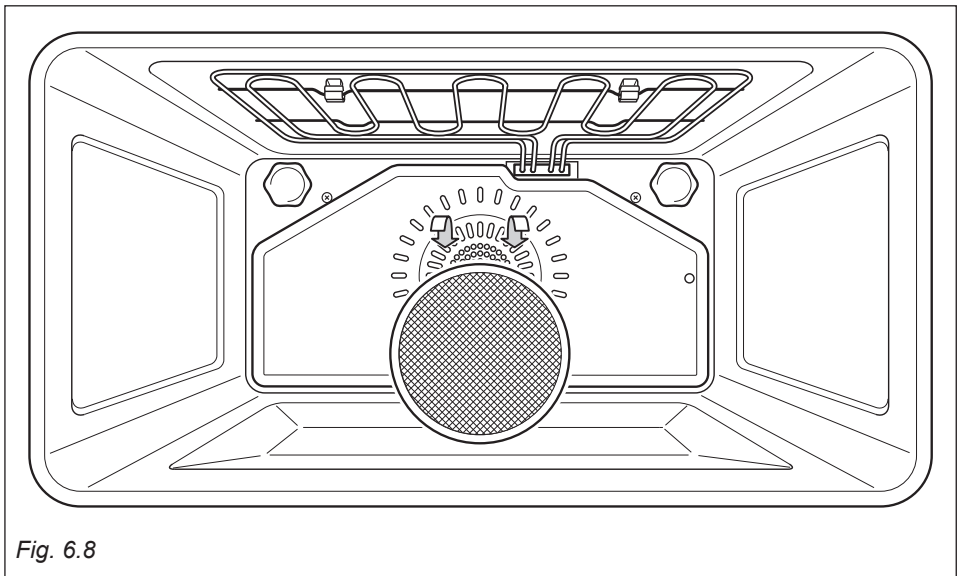

Fig. 6.8
- Uno speciale filtro è previsto nella parte posteriore del forno per catturare particelle di grasso che si sviluppano soprattutto quando si arrostitisce della carne (fig. 6.8).